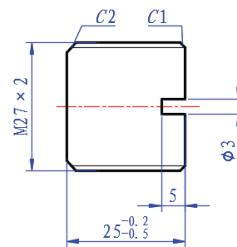

图 6-66 螺堵
标注图 6-66 所示的螺堵尺寸。
7) 编辑标注文字。双击水平标注“25”，在弹出的文字格式编辑器中输入“25-0.2-0.5”，利用“堆叠”按钮，添加上偏差“-0.2”，下偏差“-0.5”，结果如图 6-70 所示。标注后的最终结果如图 6-66 所示。